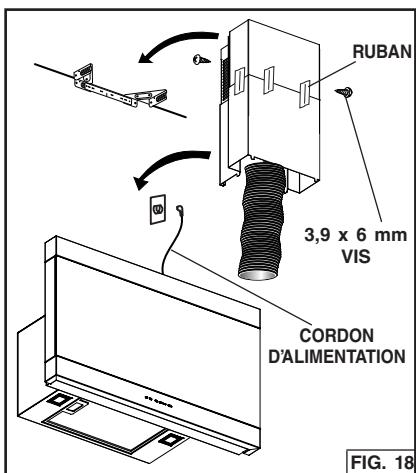

FIG. 18
6. Fixez temporairement les carreaux supérieur et inférieur l'un à l'autre avec de l'adhésif pour canalisation, comme indiqué. Fig. 18.
7. Mettez le carreau en position. Fixez le carreau supérieur au support de montage du carreau avec 2 vis de 3,9 x 6 mm. Fig. 18.
8. Étirez la canalisation extensible, fixez-la à l'adaptateur 12,7 à 15,2 cm (5 po à 6 po) et appliquez de l'adhésif sur les joints des canalisations. Fig. 18.